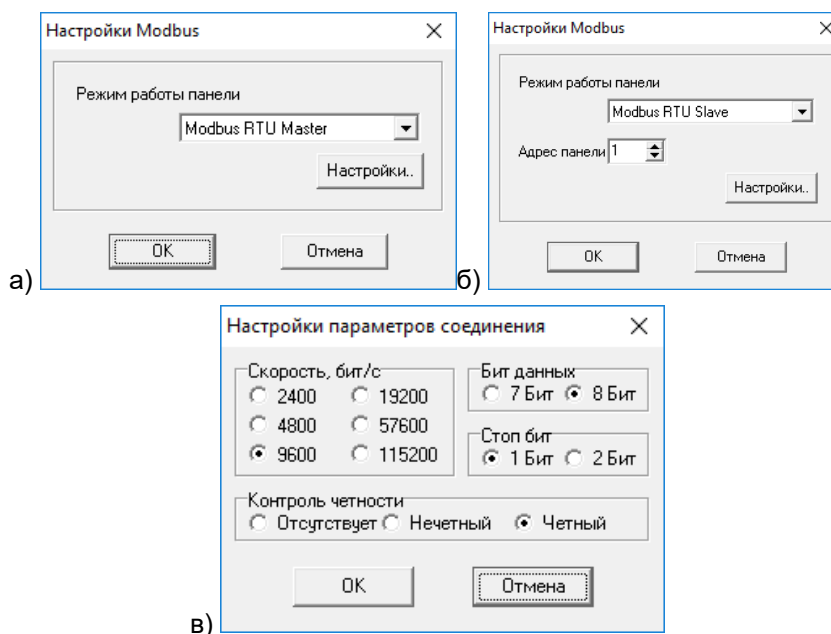

Рисунок 4.1 – Окна «Настройки Modbus» (а, б) и «Настройки параметров соединения» (в)
1. Нажать кнопку «Новый проект» () панели инструментов, или выбрать команду Файл | Новый проект, или нажать сочетание горячих клавиш <Ctrl+I>. Откроется окно «Настройки Modbus» (см. рисунок 4.1, а или б).
- Для того чтобы панель ИП320 работала Мастером, следует выбрать Modbus RTU Master (см. рисунок 4.1, а).
- Для того чтобы панель ИП320 была подчиненным, следует выбрать Modbus RTU Slave (см. рисунок 4.1, б). В этом же окне выбирается адрес панели из диапазона 1...247.
3. В этом окне – нажать кнопку «Настройки». Откроется окно «Настройки параметров соединения» (см. рисунок 4.1, в).